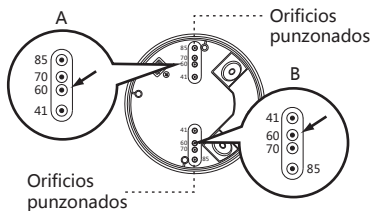

FIG.13-A
- El accesorio para montaje en superficie KDP3/5 FP dispone de 4 pares de orificios punzonados con distintas distancias desde 41mm a 85mm en su parte inferior según la necesidad del montaje a realizar (Ver FIG.13-A). Seleccione los mismos orificios para realizar el montaje (Ver FIG.13-B).